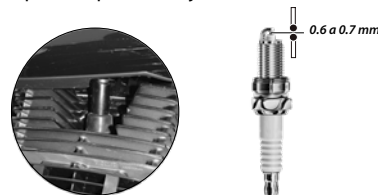

Imagen 19. Bujía.
7. Verificar la calibración de los electrodos de la bujía, la cual debe ser de 0.6 a 0.7 mm. Ver imagen 19.